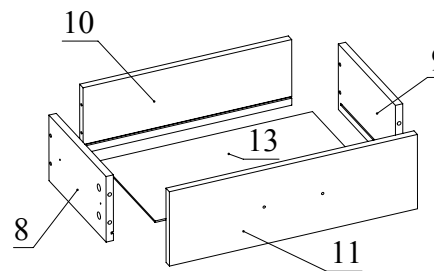

Рис.6
7. Соберите ящик. Для этого соедините деталь 10 с деталями 8 и 9 с помощью конфирмат. Затем вставьте деталь 13(ДВП) в пазы. Установите деталь 11 и затяните головки минификс. С помощью шурупов 4x35 закрепите ручку на детали 11 (Рис. 6).